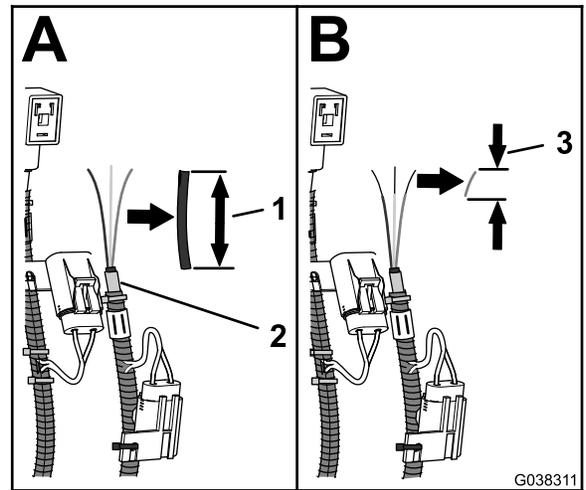

図 33
6. DIN コネクタハーネスのサヤの部分70mm剥ぎ取る図 33。
7. DIN コネクタハーネスの3本のコードからそれぞれ絶縁体の部分を8mm剥ぎ取る図 33。